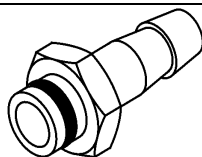

FIG.19
Collegare una estremità del tubo per scarico acqua utilizzata (*FIG.19*) al raccordo ed avvitarlo al rubinetto di scarico acqua utilizzata (*FIG.1 – pos.4*).